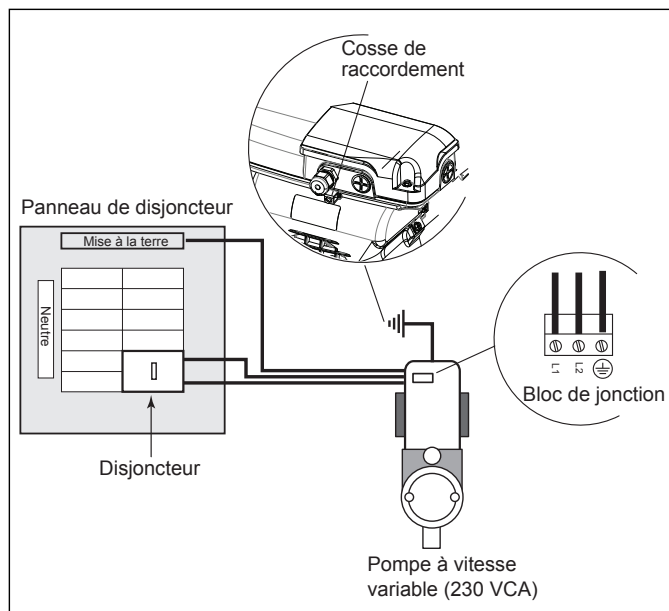

Figure 3. Collage du moteur, Moteur Regal Beloit
1. Le châssis du moteur doit être mis à la terre à l'aide d'un conducteur solide en cuivre de calibre n° 8 ou plus grand. Au Canada, un calibre n° 6 ou plus grand doit être utilisé. Si la pompe est installée à moins de cinq (5) pieds (1,5 m) des parois intérieures de la piscine, du spa ou de la cuve thermale, le châssis du moteur doit être raccordé à toutes les parties métalliques de la piscine, du spa ou de la cuve thermale et de tous les équipements électriques, les conduits métalliques, les canalisations métalliques et à moins de cinq (5) pieds (1,5 m) des parois intérieures de la piscine, du spa ou de la cuve thermale.
2. Faire le raccordement de mise à la terre du moteur à l'aide de la cosse externe fournie. Voir les figure 3.